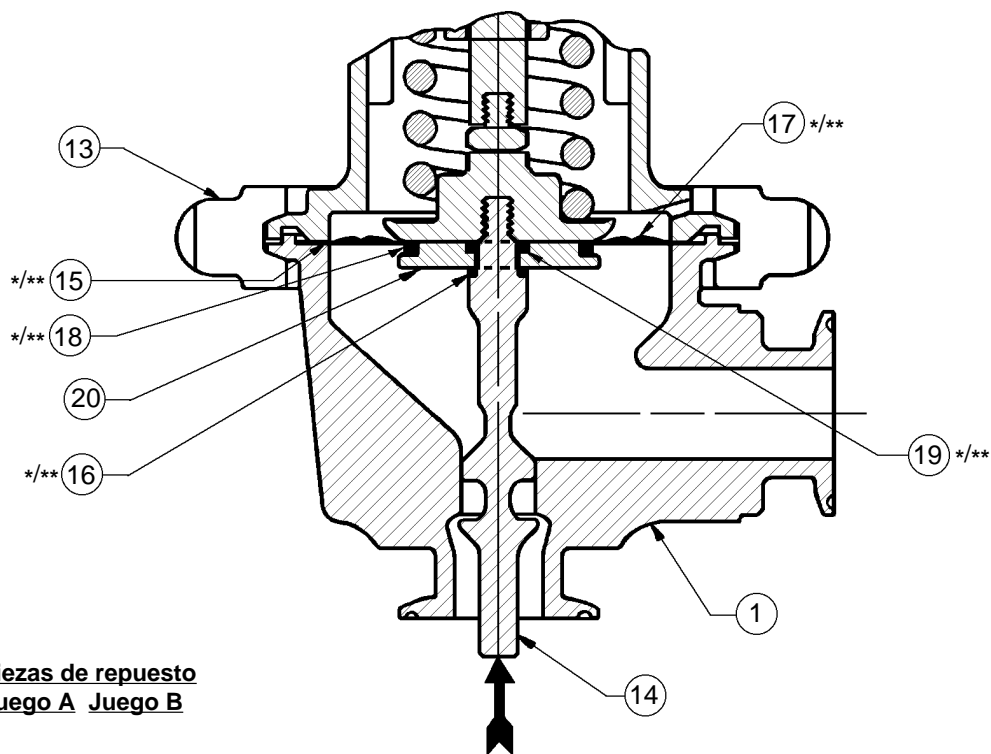

Figura 3: Opción 11, Retén del diafragma (se ilustra el cuerpo forjado)
11. Verifique que ni el obturador (14) ni la superficie de asiento del cuerpo (1) tengan un desgaste excesivo. Cambie todas las piezas gastadas.
12. Limpie las superficies del cuerpo (1) donde se asiente la empaquetadura (15) y el arosello (16), así como la cámara del resorte (2).
13. Desmonte el cuerpo (1) de la prensa y límpielo bien junto con las partes de recambio humedecidas (14, 15, 16, 17, 18, 19, 20) siguiendo el procedimiento de limpieza del propietario. Vuelva a colocar el cuerpo (1) en la prensa.
14. Coloque una nueva empaquetadura de diafragma (15) sobre la brida del cuerpo (1).
15. Inserte el extremo roscado del tapón (14) a través de la conexión inferior del cuerpo (1) e instale el arosello (16). **NOTA:** En el caso de las opciones 11 y 20, vuelva a ubicar el plato de empuje (20) sobre el extremo roscado del tapón (14) e instale el arosello (18) y el sello (19). Vea la figura 3 o la figura 4.
16. Coloque el diafragma (17) sobre el extremo roscado del tapón (14). **NOTA:** La palabra "TOP" (parte de arriba) está rotulada en un lado del diafragma y debe quedar a la vista cuando se mire el diafragma desde arriba. En el caso de la opción 20, coloque la segunda empaquetadura del diafragma (15) sobre el diafragma (17).
17. Vuelva a acoplar el ensamble del plato de presión (27, 28, 29 o 3 para la opción 20) al tapón (14). Sujete las piezas con las herramientas descritas en el paso 8 y gire el plato de presión (27, 28, 29 o 3 para la opción 20) CW hasta que quede con un ajuste de llave (contacto de metal a metal). La torsión no debe sobrepasar los siguientes valores: